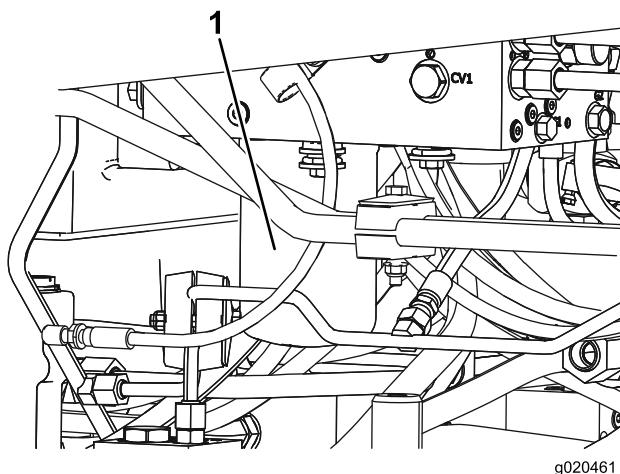

Figura 74
5. Ripetete l'operazione sull'altro filtro (Figura 74).